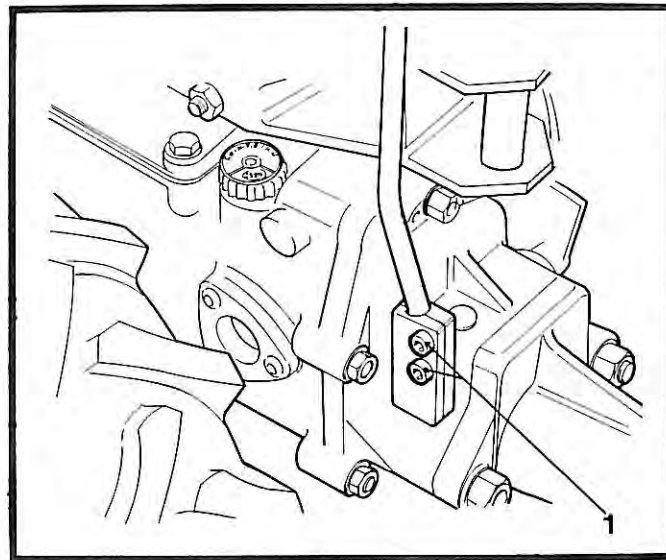

Fig. 5
Opérations à suivre pour débrancher le dispositif de sécurité (fig. n. 5): dévisser l'écrou (fig. 5 n. 1), extraire la vis de son visser l'écrou. De cette manière on obtient également l'exclusion de la vitesse rapide.
- 2) Allentare le viti di fissaggio (fig. 5 n. 1) delle leve del cambio e della p.d.p., ruotare le leve di 180 ° e ribloccare;
- 2) Loosen the fixing screws (Fig. 5 No. 1) from the gear and PTO levers. Rotate the levers to 180° and relock.
- 2) Desserrer les vis de serrage (fig. 5 n. 1) des leviers de la boîte de vitesses et de la p.d.f., tourner les leviers de 180° et rebloquer;
- 2) Die Befestigungsschrauben (Abb. 5 Nr. 1) für die Hebel der Schaltung und Kraftabnahme etwas lösen, sie um 180° drehen und erneut blockieren.